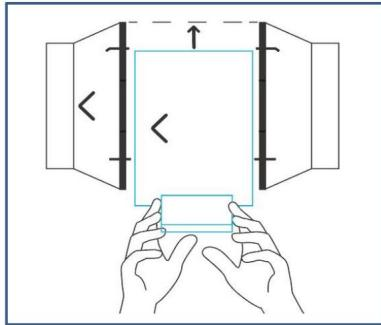

Abb. 9.
4. Schieben Sie den Motorkasten wieder in die Flanschhalterung. Achten Sie dabei darauf, dass der Luftstrompfeil in die gleiche Richtung zeigt wie der Pfeil der Flanschhalterung. Ziehen Sie die Metallklammern mit einem Kreuzschlitzschraubendreher und einer Zange fest, um den Motorkasten zu sichern. Siehe (Abb. 9).